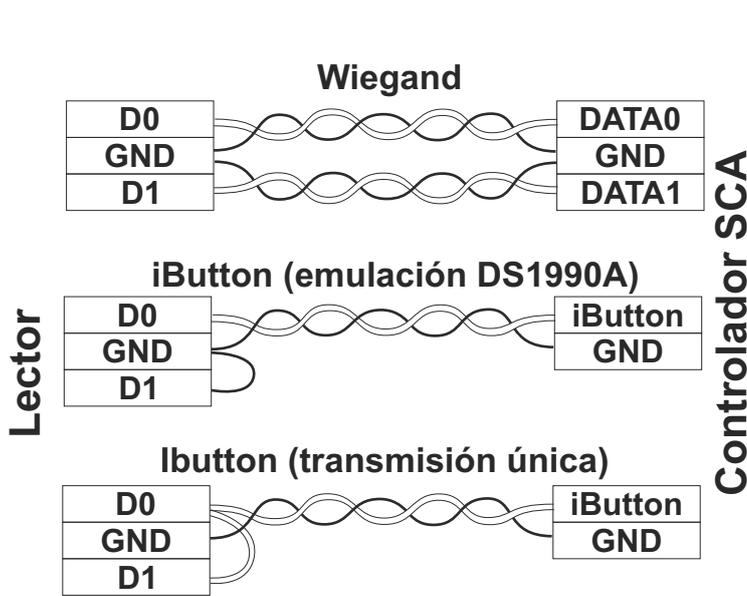

Figura 1. Selección del protocolo de transmisión.
Nota 3: para asegurar el funcionamiento correcto a la distancia especificada entre el lector y el controlador, debe utilizarse cable UTP CAT5e (consulte la figura 1).
- 1) En un lector sin encender, conecte los terminales DATA0 (blanco) y LED R (amarillo). Consulte la figura 1.